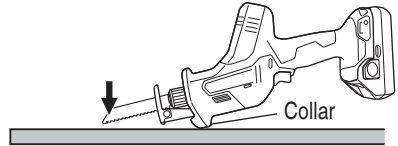

Fig. 25
- (1) Presione la base contra el material, manteniendo la punta de la hoja alejada del material cuando apriete el gatillo. (Fig. 25).